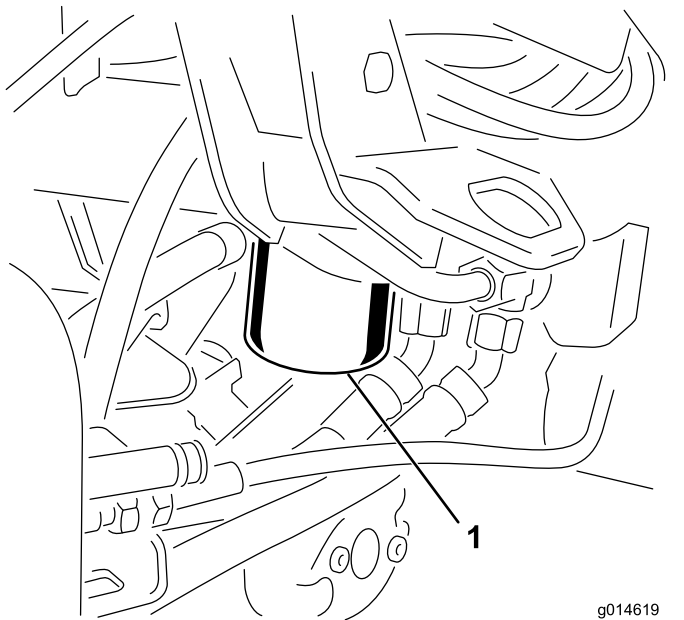

図 53
1. フィルタ容器の周辺をウェスできれいにぬぐう  図 53。フィルタの下に廃油受けを置いてフィルタを外す。